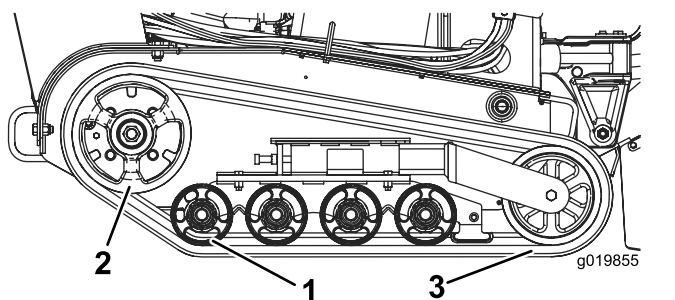

Figura 46
Importante: Assicuratevi di pulire a fondo le ruote non motrici e la ruota motrice (Figura 46). Quando sono pulite, le ruote non motrici devono girare liberamente.
- Avvolgete il cingolo nuovo sulla ruota, iniziando dalla ruota motrice e controllando che i denti del cingolo si posizionino tra i distanziali della ruota (Figura 46).
- Spingete il cingolo sotto le ruote non motrici (Figura 46).